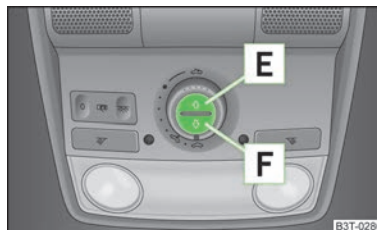

Fig. 28
Se puede abrir o cerrar la cortinilla antisolar enrollable individualmente con las teclas » fig. 28.
- Para abrir por completo pulsar brevemente la tecla **E** » fig. 28.
- Para abrir por completo pulsar brevemente la tecla **F** » fig. 28.
Para activar la cortinilla antisolar pulsar la tecla **F** » fig. 28 de la página 46 durante aprox. 10 segundos.